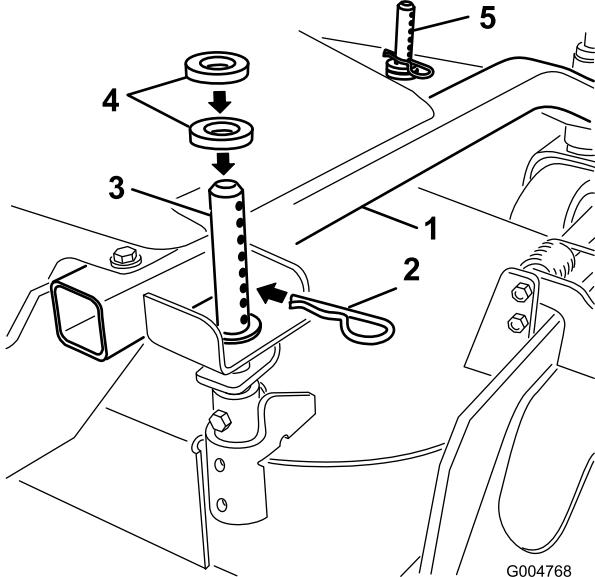

Figure 12
1. Choisissez le trou et le nombre d'entretoises correspondant à la hauteur de coupe voulue (Figure 12).
2. À l'aide de la poignée, soulevez le côté du tablier de coupe et enlevez la goupille fendue (Figure 12).
3. Ajoutez ou enlevez des entretoises selon les besoins, alignez les trous et insérez les goupilles fendues (Figure 12).